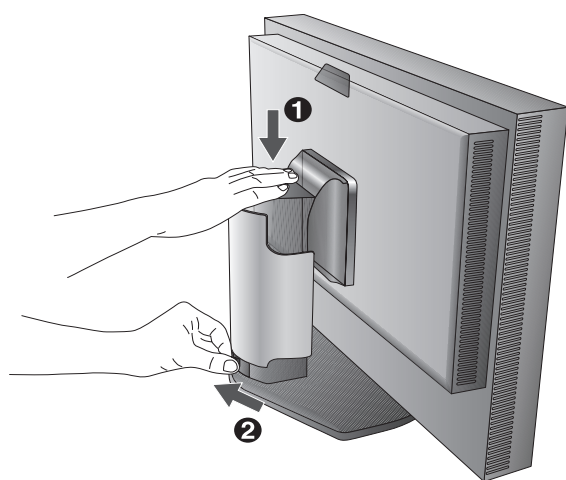

Bild B.1
3. Justeringen i höjdläget är låst med en knapp. Placera en hand på skärmstativet och tryck ned skärmen till den lägsta positionen. Dra låsknappen för att låsa upp (**bild B.1**).